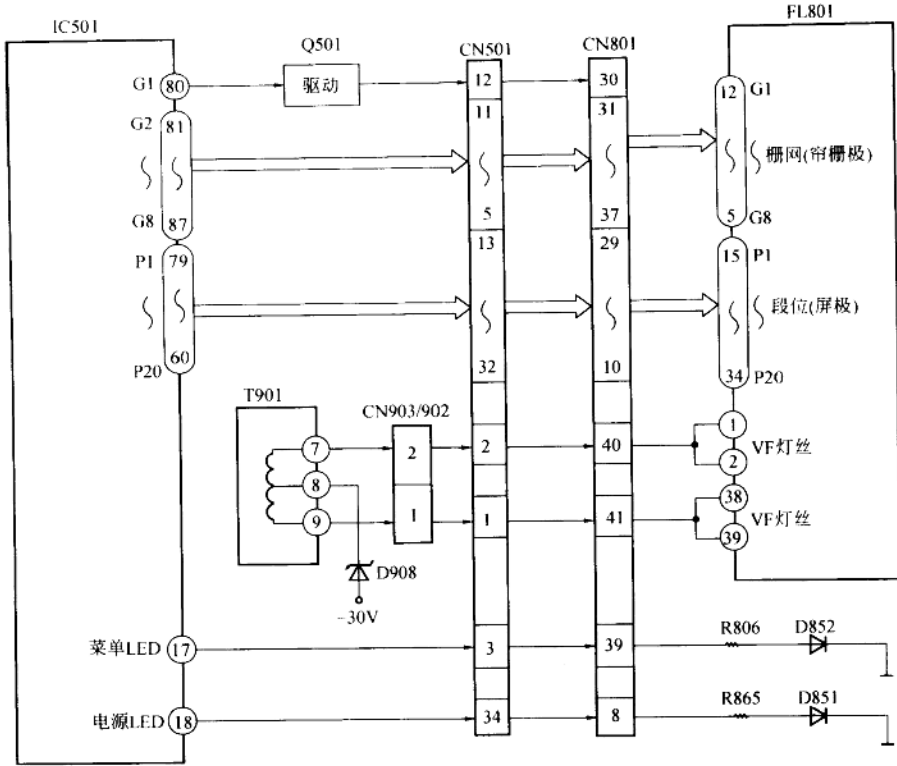

图 1-5 荧光显示管和 LED 显示电路
OSD 字符显示在视频电路中介绍。荧光显示管和 LED 显示电路如图 1-5 所示。
T901 的次级第 3 绕组⑦-⑨向荧光显示管提供灯丝工作电压(如图 1-5 所示)。